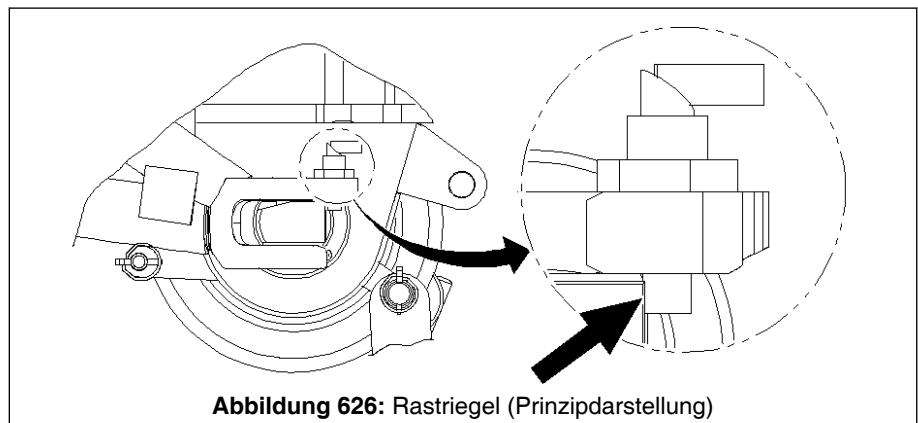

Abbildung 626: Rastriegel (Prinzipdarstellung)
- ⇒ Im eingerasteten Zustand liegt der Rastriegel an der Rückseite der Befestigungsachse an (siehe Pfeil in ↖ Abb. 626, Seite 756).